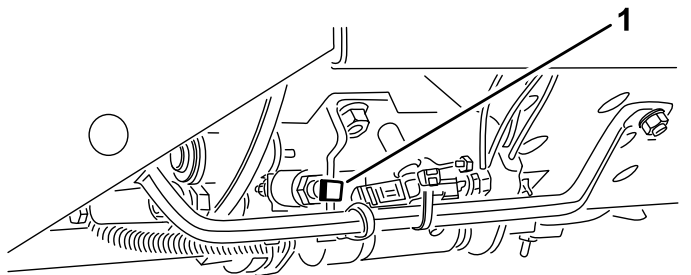

图 24
**重要事项** 剪草速度在出厂时设定为 9.7km/h。调节速度限位螺丝可以增加或降低剪草速度图 24。